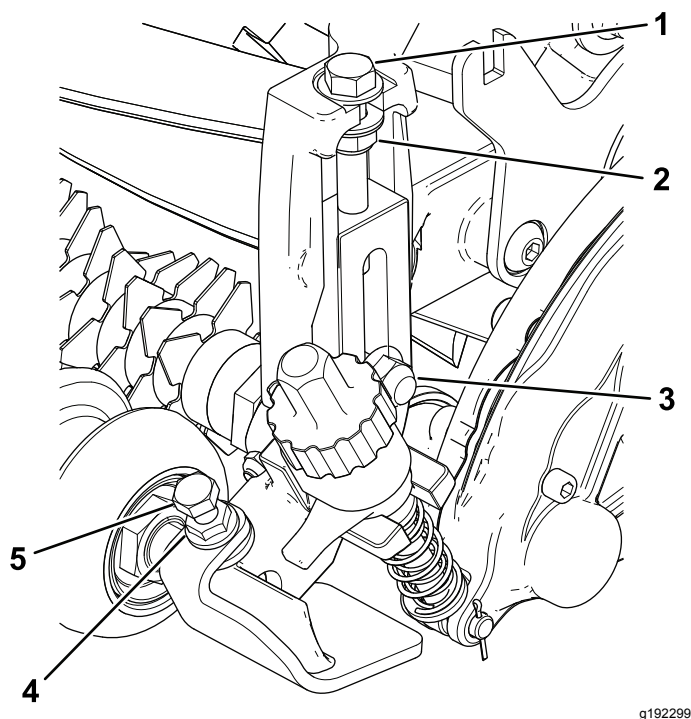

Рисунок 12
4. Затяните каретные болты и контргайки, крепящие кронштейны высоты скашивания (НОС) в сборе к боковым пластинам (Рисунок 12).
5. Затяните контргайку на болте регулировки высоты скашивания (НОС), затем отверните ее на 1/2 оборота (Рисунок 12).
6. Установите передний валик по центру между кронштейнами НОС в сборе и закрепите его на месте с помощью колпачковых винтов и фланцевых гаек (Рисунок 12).